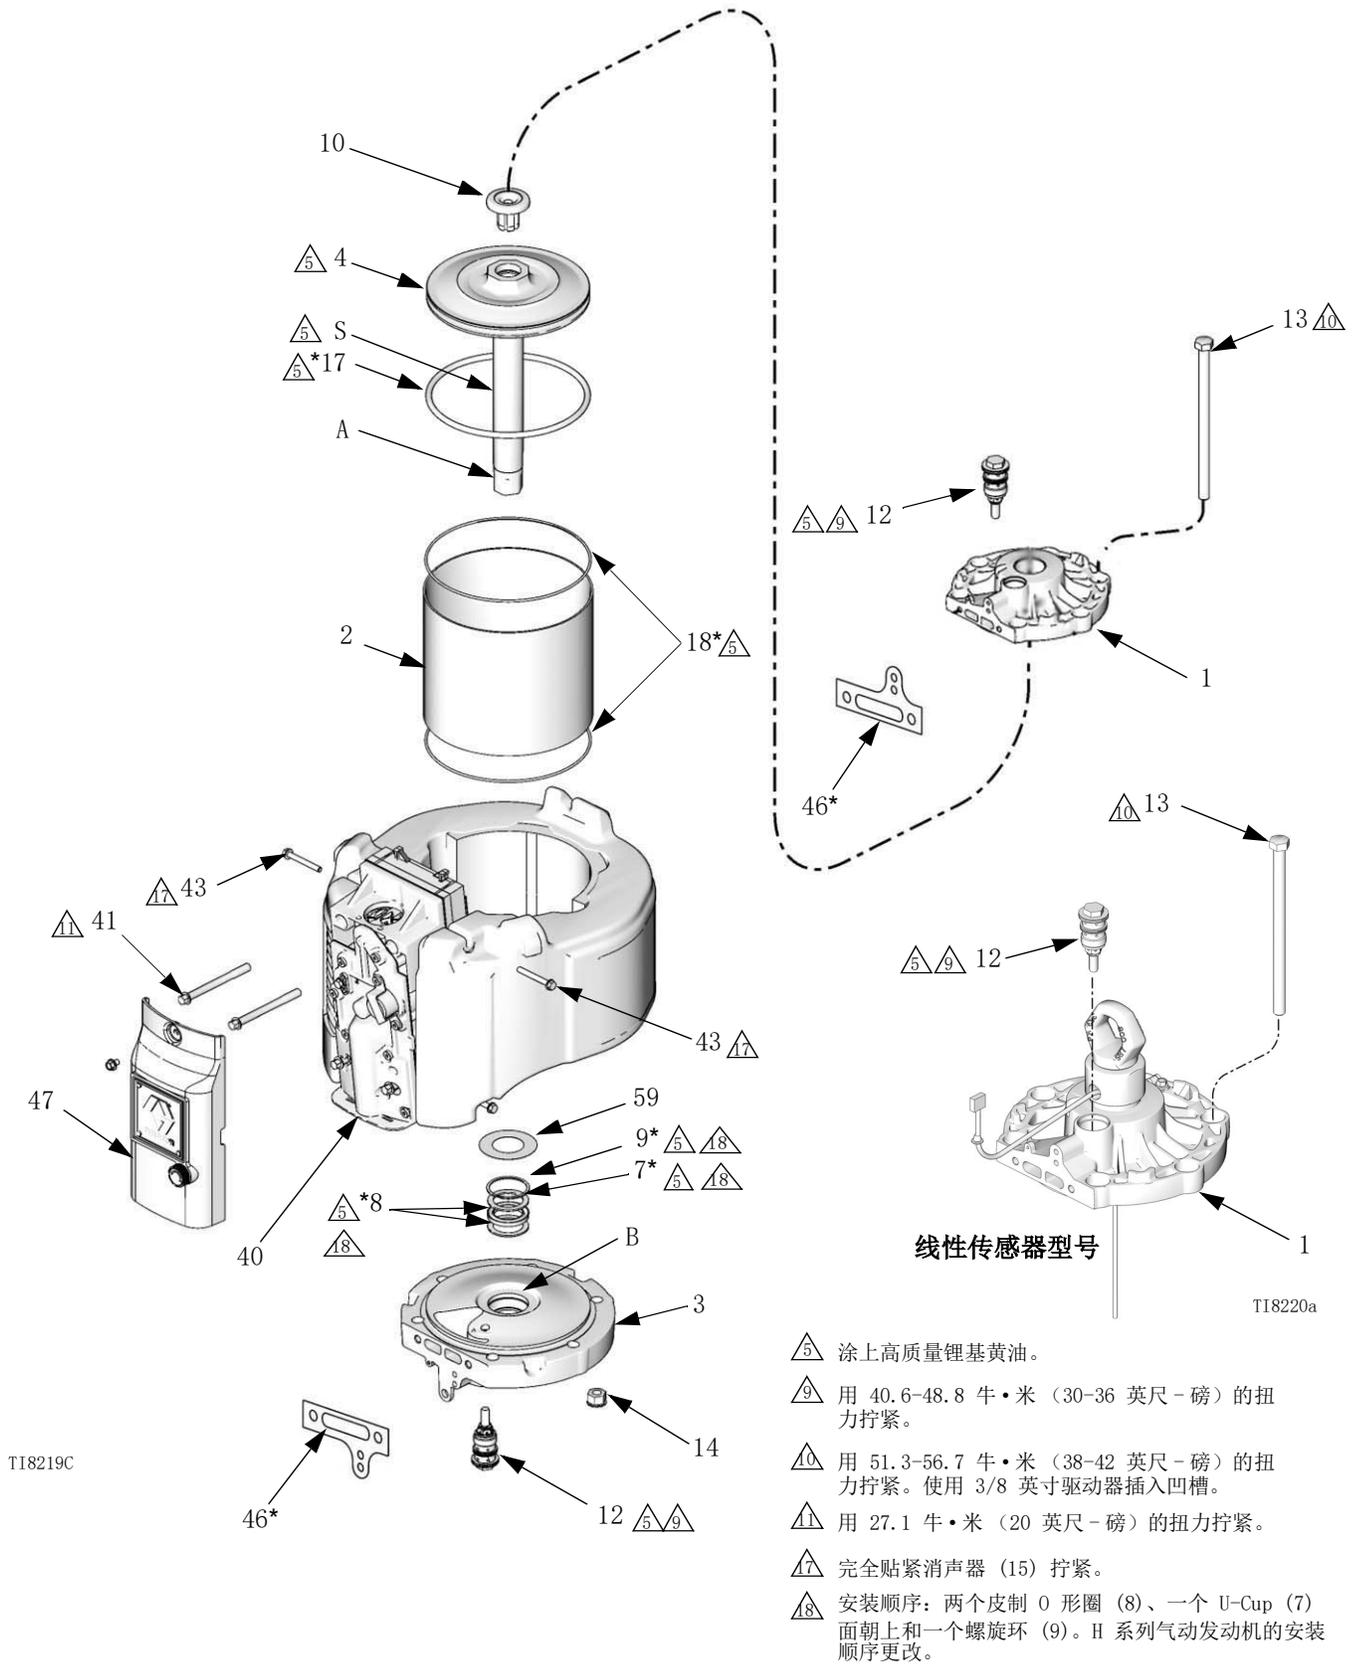

图 12: 修理气动发动机
5. 卸下外阀盖 (47)。请参见图 12。
6. 卸下四个螺丝 (43) 和消声器 (15)。
7. 卸下空气阀顶部的两颗螺丝 (41)。拧松但不要卸下底部的两颗螺丝 (41)。倾斜空气阀 (40)，使拆卸更为容易。
8. 卸下连接螺栓 (13)。用橡胶锤击打顶帽 (1) 的下边以使其分离。将顶盖吊离发动机。
9. 断开气动发动机与下缸体的连接（请参见单独的泵手册）。让活塞轴杆转换接头 (A) 仍然连接在轴 (S) 上。
10. 从气缸 (2) 顶部推出活塞组件 (4)。
11. 检查活塞 O 形圈 (17)。检查活塞 (4) 和活塞轴杆 (S) 有无划伤或损坏。替代活塞 (4) 包括活塞、轴杆 (S)、转换接头 (A) 和缓冲器 (10)。
12. 卸下气缸 (2)。检查内表面有无划伤或其他损坏。如有损坏，可将其更换。
13. 从底盖 (3) 上卸下缓冲器 (59)、锁紧环 (9)、挡圈衬垫 (8) 和 V 型衬垫 (7)。检查这些零配件有无磨损或损坏。检查轴承 (B) 是否在正确位置（有少许刮痕可以接受）。如果轴承损坏，则更换底盖 (3)。
1. 请参见图 12。安装两个挡圈衬垫 (8*)，然后是密封唇面朝上的 V 型衬垫 (7*)。然后将锁紧环 (9*) 安装在底盖 (3) 中。润滑衬垫。安装缓冲器 (59)。